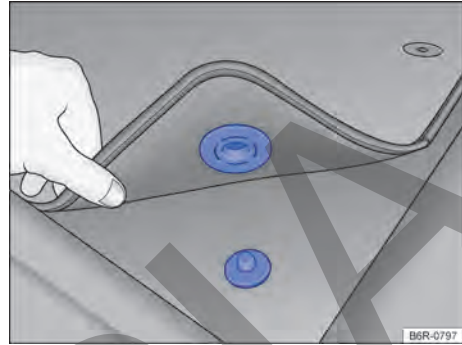

Fig. 19 Alfombra delantera del lado del conductor con fijación al perno de la alfombra.
- ✓ Acomodar bien la alfombra en la zona reposapiés del lado del conductor para que no obstruya la zona de los pedales. Dependiendo de la versión del vehículo, la alfombra delantera del lado del conductor puede tener fijación al perno de la alfombra → fig. 19.